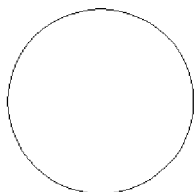
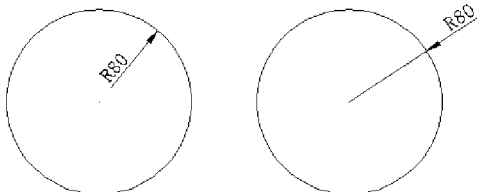

图 3.16 原图
图 3.17 标注半径尺寸
(1) 单击“半径”标注按钮,移动光标到要标注的圆周上并单击鼠标左键选取。
(2) 移动光标会出现引线并随光标移动,然后移动引线到合适的位置,单击鼠标左键即可完成该对象的尺寸标注。图 3.16 所示为原图,图 3.17 所示为标注半径尺寸后效果。